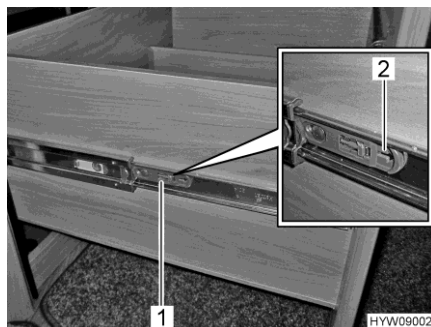

Fig. 135 Tiroir de la surface de travail
- Des deux côtés du tiroir de la surface de travail, tirer sur la patte (Fig. 135,1) dans le sens de la flèche (Fig. 135,2). Il est alors possible d'extraire le tiroir de la surface de travail au-delà de sa butée.